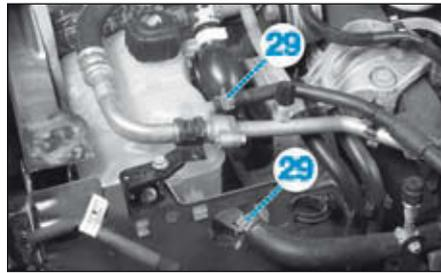

FIG.94
- les durits du réservoir de liquide de refroidissement (29) (Fig.94),